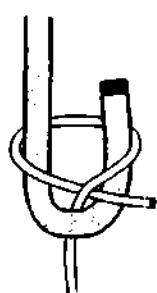

Рис. 875. Связывание тонкой и толстой верёвки. Тонкой верёвкой вяжется **самозатягивающийся полуищтык**.
**Шкотовый узел** используют для надёжного связывания двух верёвок разного диаметра или сделанных из разных материалов. Им можно связывать и толстые тросы, и тонкие верёвочки. При связывании двух тросов различной толщины нужно обязательно обращать внимание на то, чтобы трос большего диаметра складывался открытой петлёй, а **самозатягивающийся полуищтык** вязался более тонким концом (рис. 875).